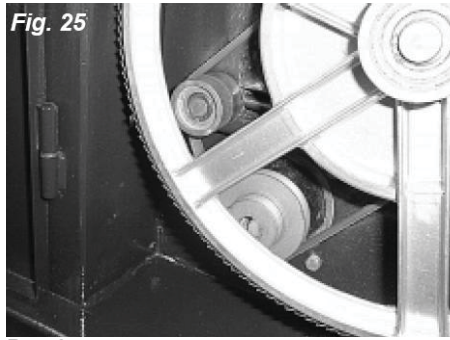

Рис.25
- Для високої швидкості ремінь потрібно встановити на обидва шкivi: шків осі двигуна та шків проміжної осі. Як зазначено на Рис. 25.